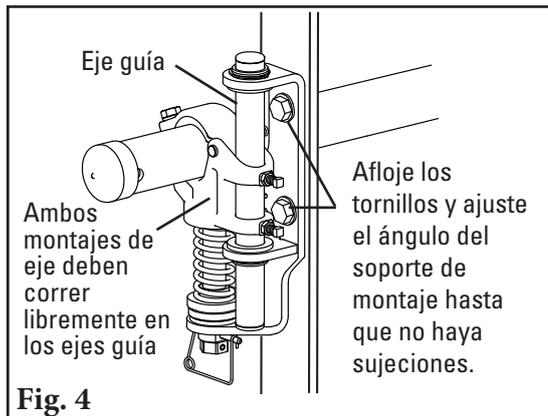

Fig. 4
- Asegúrese de que el tensor corra libremente. Jale y empuje en cada eje para asegurarse de que el montaje del eje corra libremente en el eje guía. Si hay alguna señal de sujeción, afloje los tornillos en la base de montaje y pivote hasta que el tensor se mueva libremente (Fig. 4). Vuelva a apretar los tornillos.